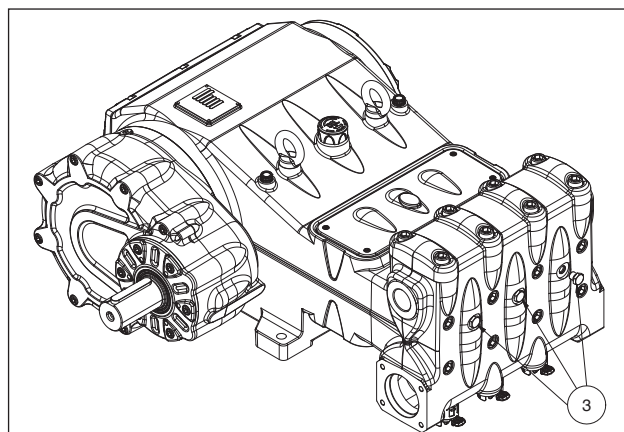

Рис. 11
В случае проблем с всасыванием вследствие недостаточной подачи воды можно снять три пробки с передней стороны головки насоса (за исключением исполнения МК240) как указано на рисунке поз. ③ Рис. 11.